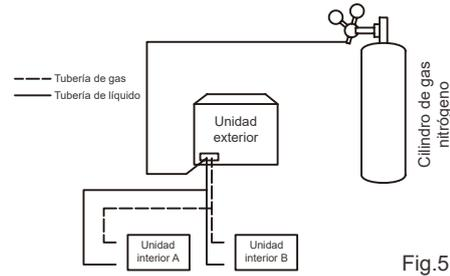

Fig.5.38
4. Use tapones ciegos para bloquear todas las aberturas del lado del líquido (gas), excepto la abertura en la unidad interior que está más alejada de las unidades exteriores ("Unidad interior A" en la Fig. 5.38).